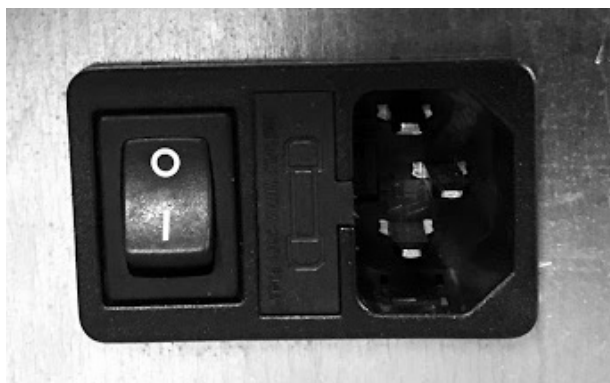

Fig. 74 - Gniazdko prądu z wyłącznikiem głównym
- Kabel zasilający należy najpierw przyłączyć z tyłu pieca (patrz **Fig. 74**), następnie do gniazdka ściennego.
- Wyłącznik główny O/I (patrz **Fig. 74**) należy włączać tylko w celu włączenia pieca, w przeciwnym razie wskazane jest, aby był wyłączony.